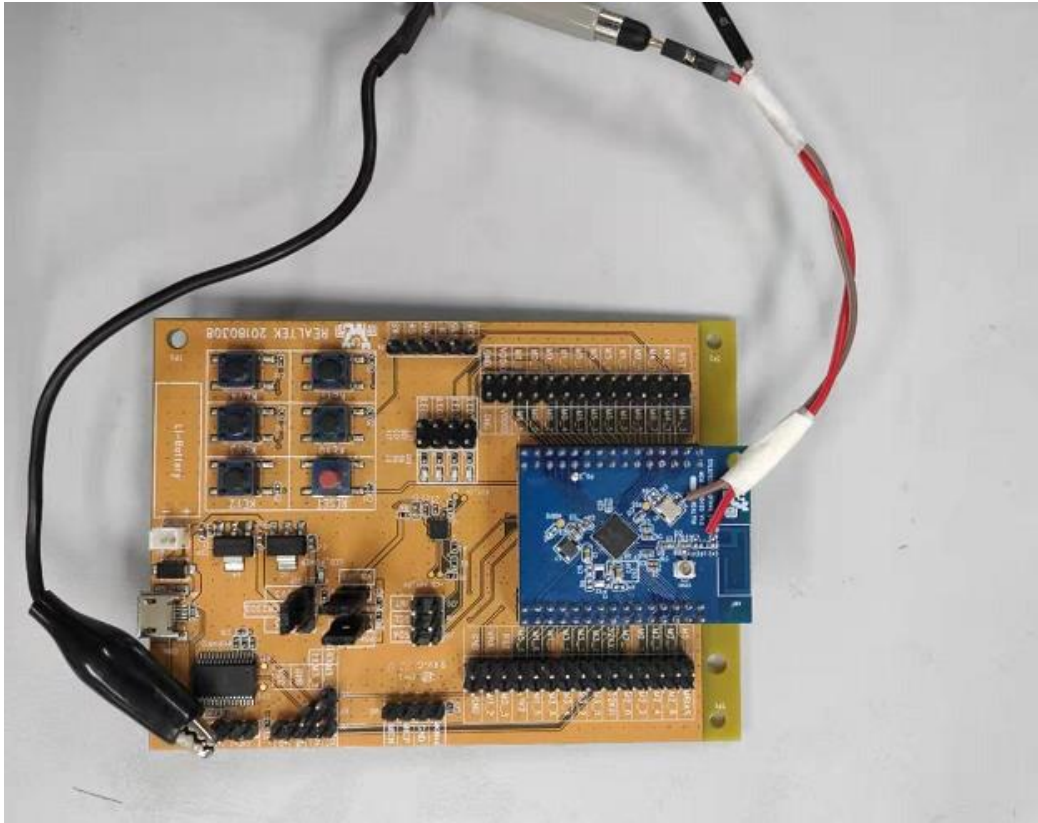

图 4.3 晶振起振时间测试平台
- 1.采用两根杜邦线相互紧密绞合形成双绞线，其中一根焊接在 40MHz XTAL 的 xo 管脚(图 4.3 中灰色杜邦线)，另外一根悬空(图 4.3 中红色杜邦线)